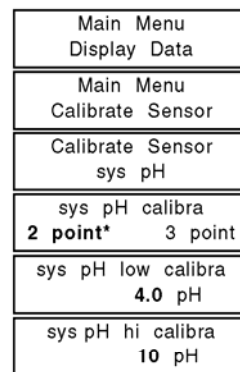

图 16
- (仅对于新的传感器)将传感器的顶端弄湿,并仔细地传感器的顶端将充满液体的橡胶保护套取下(参见图 16)。请勿使传感器顶端干燥!保存橡胶保护套以备后用。